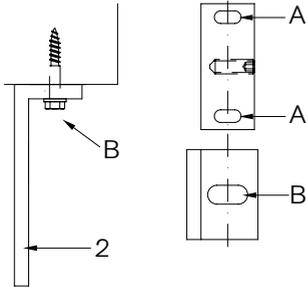

Abb. 8: Tuchstützdrahtwinkel
- » Das Befestigungsmaß Mitte Loch der Führungsschienenhalter (A – Abb. 8) ist auch das Befestigungsmaß Mitte Loch der Tuchstützdrahtwinkel (B – Abb. 8).